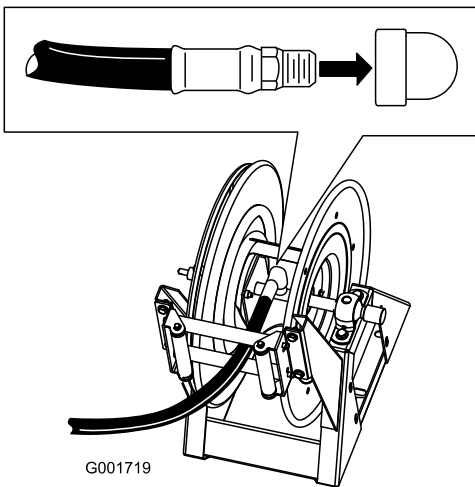

Bild 17
1. Wickeln Sie Teflon®-Band um das Gewinde am Schlauchanschlussstück am langen Schlauch und befestigen Sie das Anschlussstück am Verbindungsrohr an der Trommel (Bild 17).